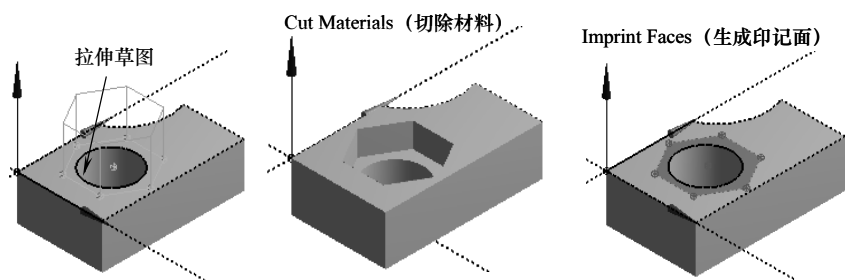

图 2-72 切除材料和生成印记面
- ✧ Cut Materials (切除材料): 从激活体中切除材料, 如图 2-72 所示。
- ✧ Imprint Faces (生成印记面): 与切片相似, 但印记面仅分割体上的面, 常用于在面的局部施加载荷和约束等, 如图 2-72 所示。